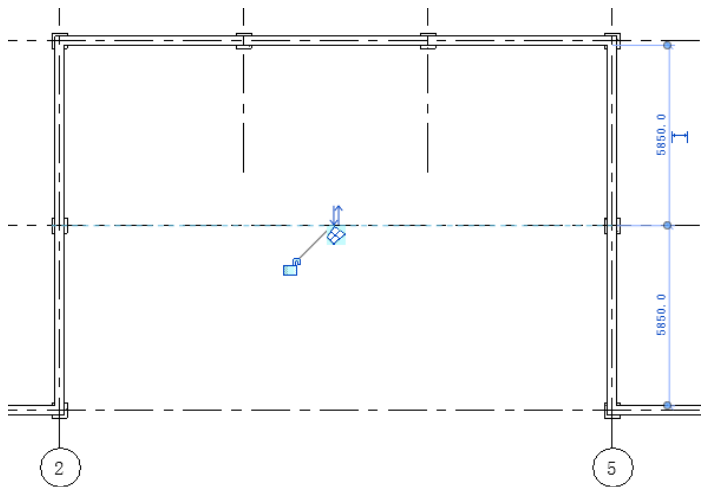

图 9-20 绘制幕墙
(3) 默认情况下,系统自动选择“线”按钮,在选项栏或“属性”选项板中设置墙的参数。
(4) 在视图中单击鼠标左键确定墙的起点,移动鼠标指针到适当位置单击确定终点绘制幕墙,如图 9-20 所示。